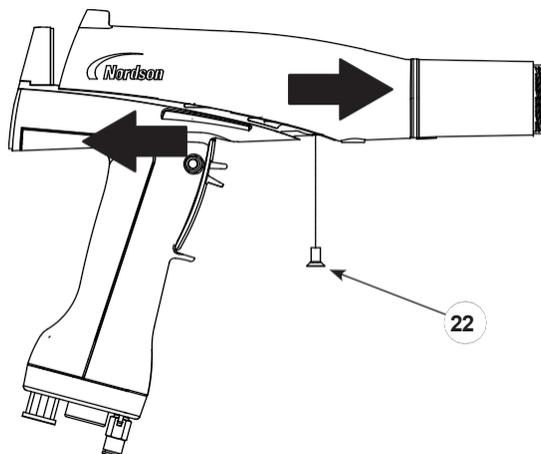

Figura 13 Rimozione del corpo della pistola dall'impugnatura
4. Vedere la Figura 13. Rimuovere la vite di nylon (22) dal corpo della pistola.